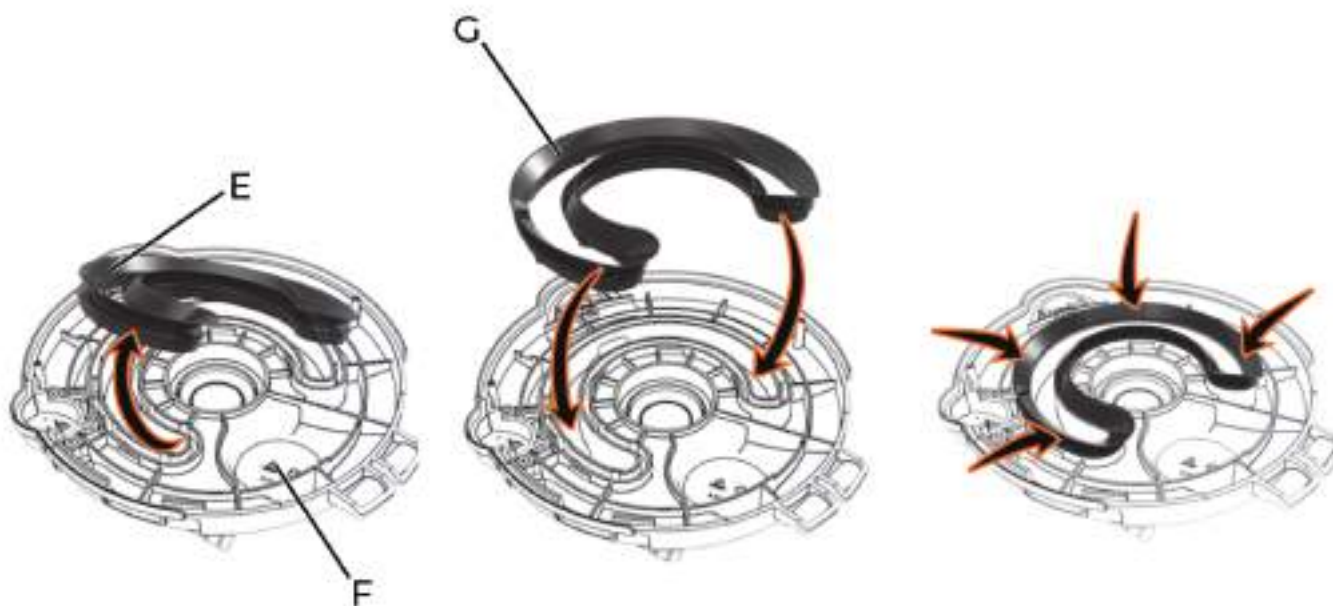

fig. 171
2- Verifique se há desgaste excessivo, rachaduras ou furos na borracha de vedação (E) (fig. 171). Para remover a borracha:
- Puxe a borracha (E) para cima da tampa (F) do dosador.
- Monte a nova borracha (G) de vedação primeiramente pelas extremidades.